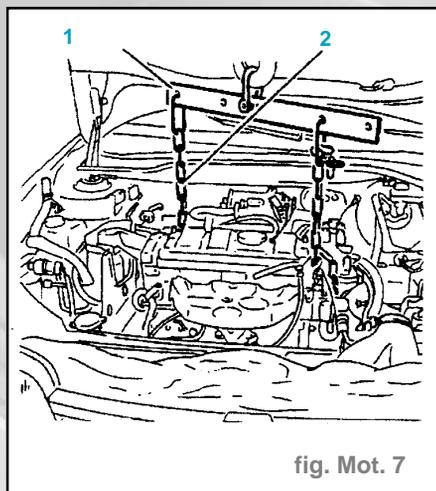

fig. Mot. 7
- Mettre en place le palonnier (1) équipé de ses chaînes (2) et le mettre en tension (fig. Mot. 7).